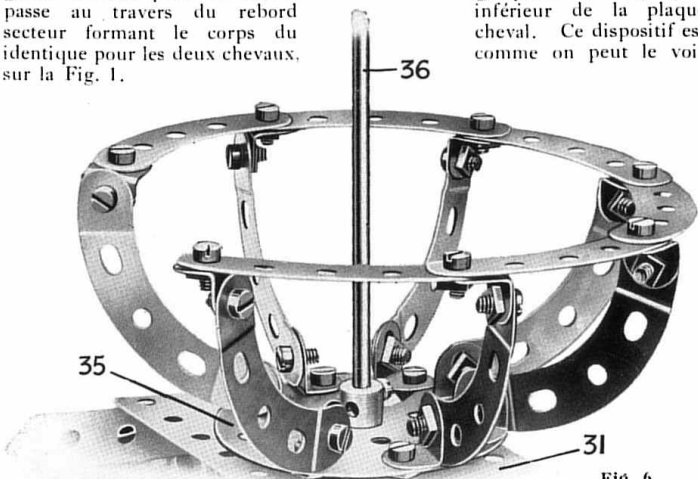

Fig. 6. Voiture tournante.
Chaque voiture pivotante (Fig. 6) comprend un plateau central (35) sur lequel sept bandes incurvées de petit rayon de 6 cm. sont fixées par des équerres. Six bandes incurvées de 6 cm. de grand rayon attachées aux extrémités supérieures des bandes incurvées de petit rayon forment un dossier pour les occupants de la voiture. Une tringle de 29 cm. (36) fixée dans la bosse du plateau central, pénètre dans des supports, formés de la plaque sans rebords de 14×6 cm. (31) et dans une équerre (27) boulonnée à l'une des bandes 18. Cette tringle (36) passe au travers du trou central transversal d'un accouplement (37) dans le trou axial duquel pénètre une extrémité de la tringle (24). La tringle (36) est supportée dans l'accouplement (37) par un collier (38) ainsi que par un second collier avec vis d'arrêt fixé entre le plateau central (35) et la plaque sans rebords (31).